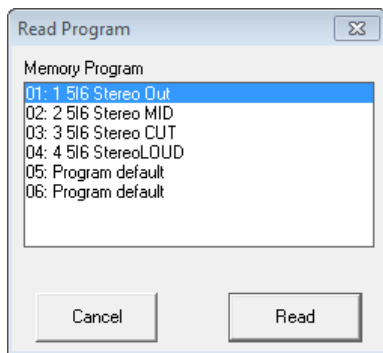

Abb. 35 Fenster „Read Program“
- 1) Rechts oben im Fenster auf die Schaltfläche „Read“ klicken. Es öffnet sich das Dialogfenster „Read Program“ (Abb. 35).